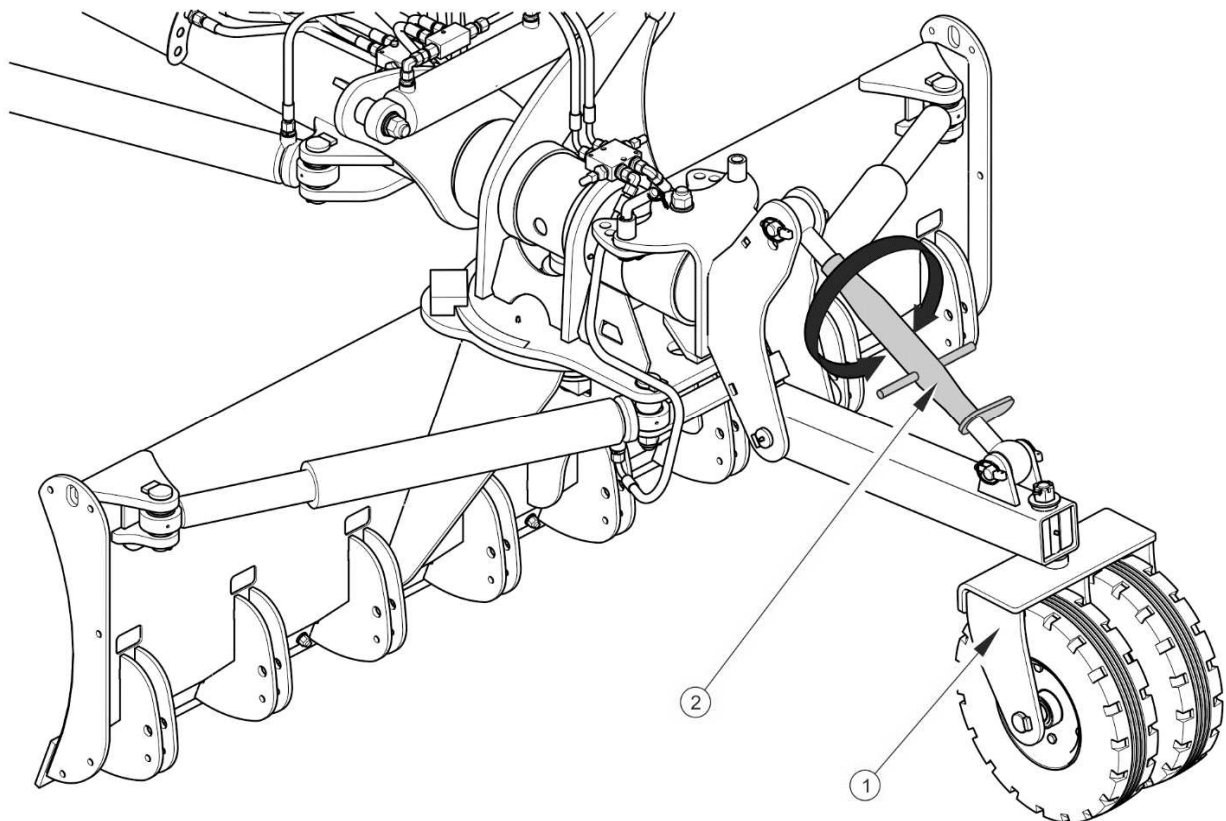

ABB. 4.3 Einstellen der Arbeitstiefe
Die Einstellung der Arbeitstiefe des Graders erfolgt durch Einstellung der Höhe der Stützräder (1) mithilfe des Spannschlusses (2) - (ABBILDUNG 4.3) .Durch Hineindreihen der Schraube werden die Stützräder angehoben, wodurch die Arbeitstiefe des Grader erhöht wird. Durch Herausdrehen der Schraube wird die Arbeitstiefe verringert.